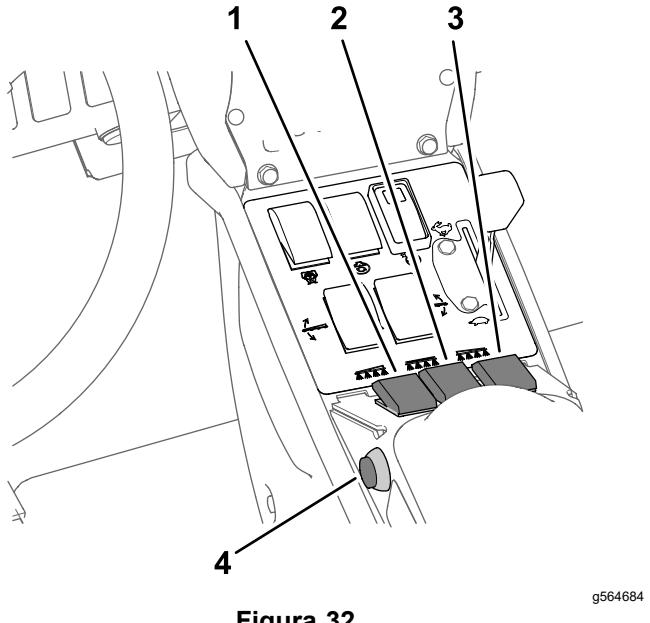

Figura 32
3. Defina o interruptor da secção principal para a posição DESLIGAR; consulte Figura 32 em Pulverização no Modo de taxa de aplicação (página 33).
7. Coloque os interruptores de secção individual, conforme necessário, na posição LIGAR; consulte Figura 32 em Pulverização no Modo de taxa de aplicação (página 33).
9. Conduza à velocidade pretendida e, em seguida, coloque o interruptor da secção principal na posição LIGAR para iniciar a pulverização; consulte Figura 32 em Pulverização no Modo de taxa de aplicação (página 33).